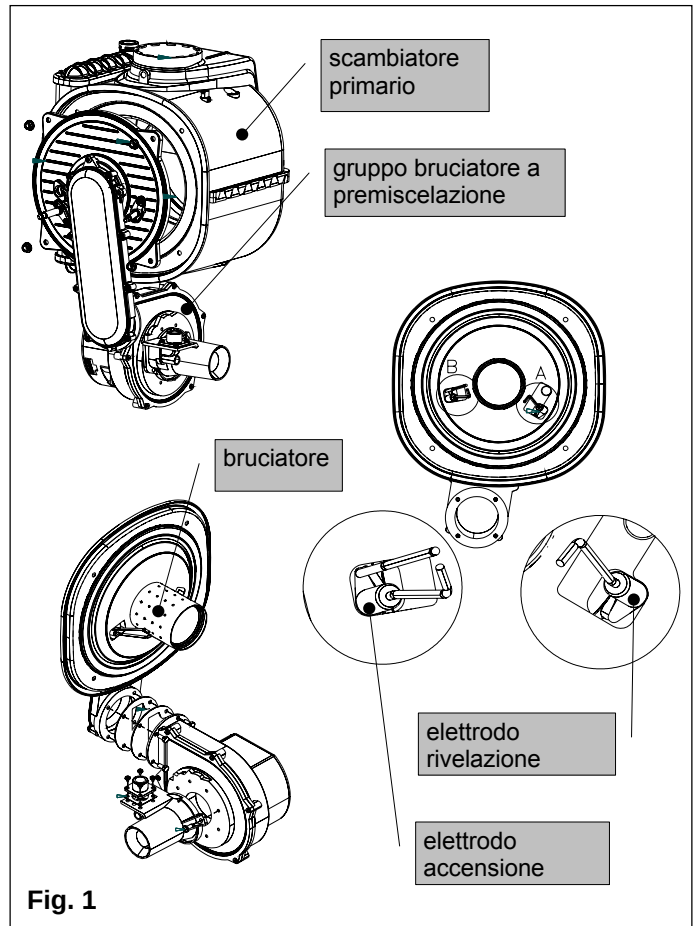

Fig. 1
6.5.2 Pulizia scambiatore sanitario (fig. 1)